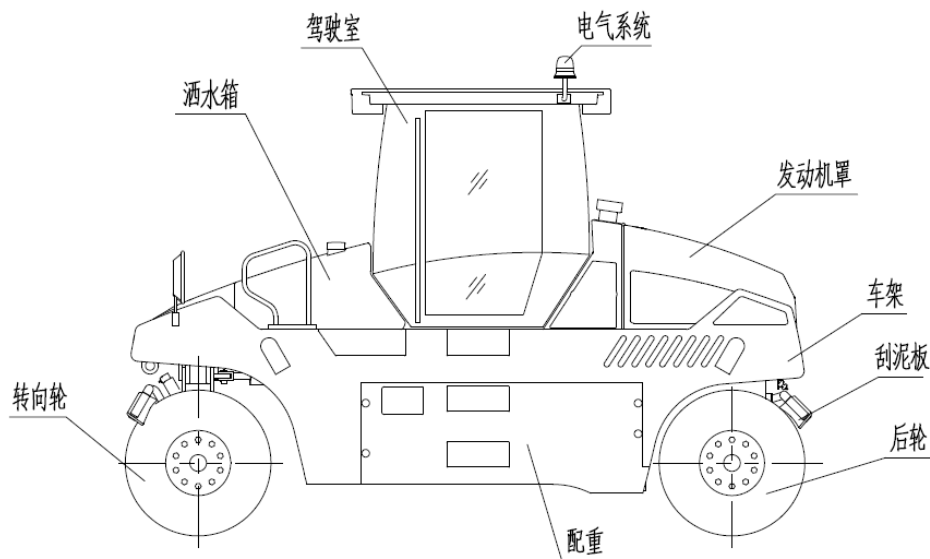

Figura2-1 Desenho contorno da maquina
2.2.2 O desenho de contorno da máquina e o nome da peça (Figura2-1)